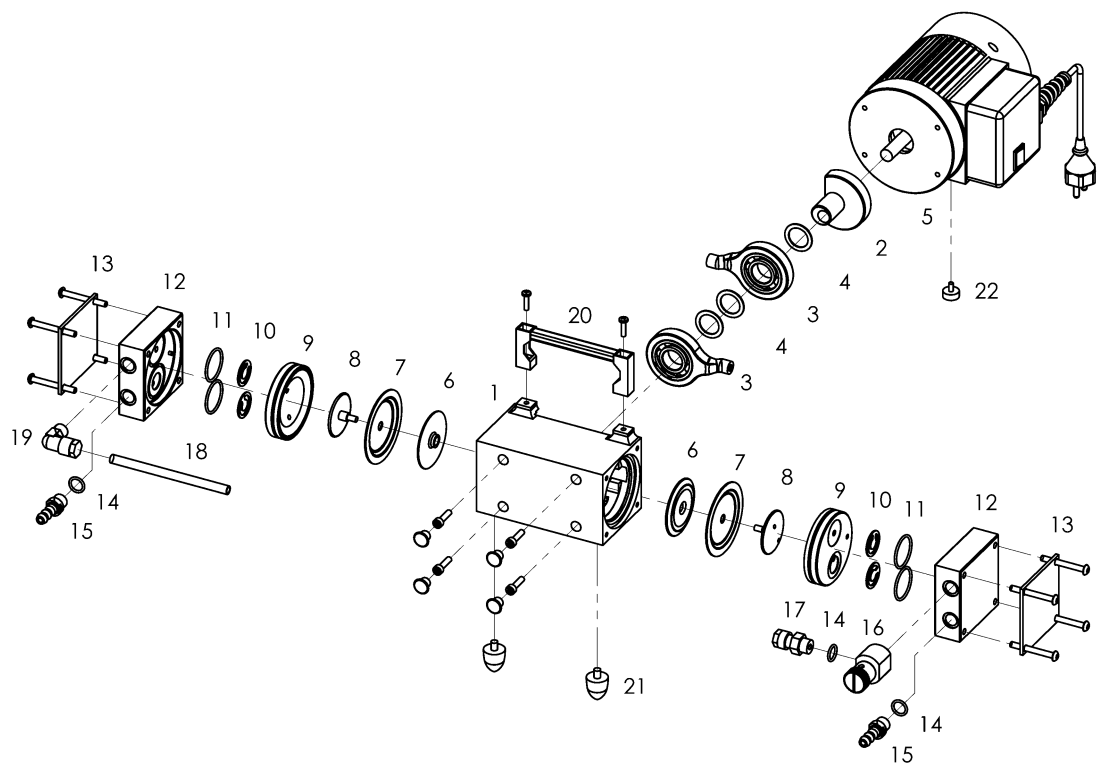

Abb. 6 Explosionsdarstellung
2. Schrauben Sie mit dem korrekten Drehmoment von 2 - 4 Nm die Druckscheibe (9), die Membran (8) und die Spannscheibe (7) mittels Stirnlochschlüssel, Größe 3, fest.
3. Bringen Sie das Pleuel (siehe Abb. 6) und die Membran (8) in Mittelstellung.
4. Setzen Sie den Pumpenkopf (6) auf.
5. Legen Sie die Ventile (5) und die O-Ringe (4) ein.